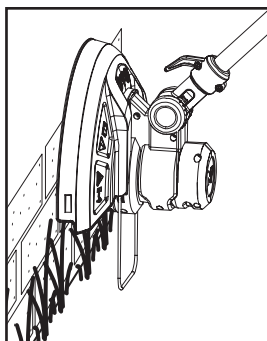

Fig. 18
1. Certifique-se de que o protetor da faca (11d) é removido e de que o protetor de plantas (13) é puxado para fora antes da operação.
2. Ajuste o ângulo da pega principal (1) a 90° ou 180° para bordadura (Fig. 18).